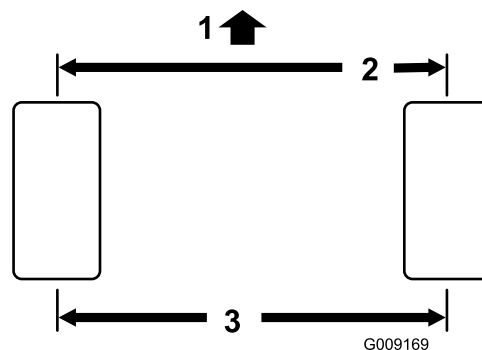

Figure 72
1. Mesurez l'entraxe (à hauteur d'essieu) à l'avant et à l'arrière des roues directrices. Le pincement à l'avant doit être inférieur de 3 mm au pincement à l'arrière (Figure 72).